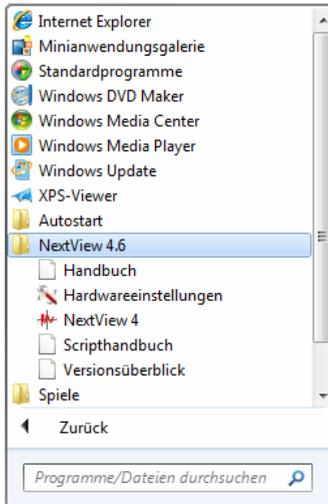

Abbildung 3
- **In NextView®4 verwendete Messhardware kann jederzeit geändert werden. Der Dialog "Geräteinstallation" ist über den Eintrag "Hardwareeinstellungen" in der Programmgruppe für NextView®4 im Windows® Startmenü erreichbar (s. Abbildung 3) oder über die gleichnamige Kachel auf dem Windows®8 Startbildschirm.**